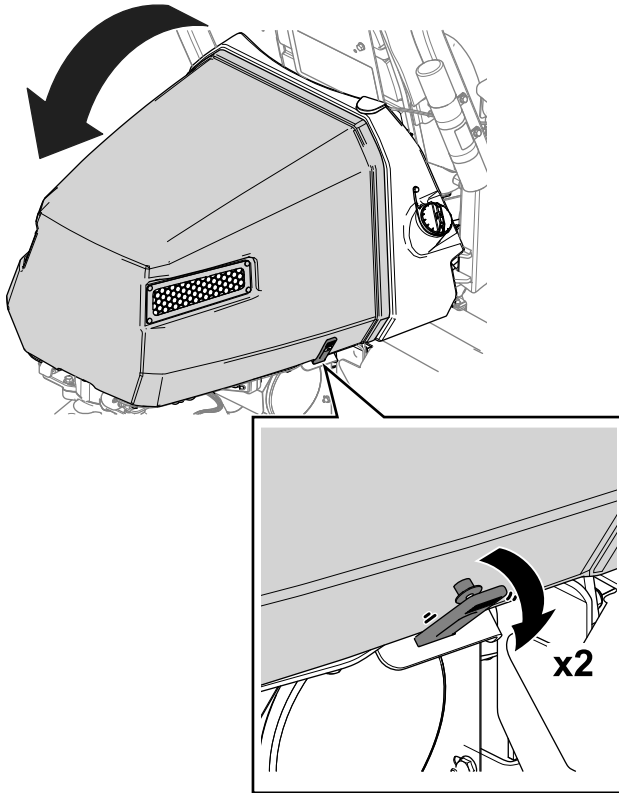

Figure 37
1. Détachez les attaches de chaque côté du capot (Figure 37).
2. Ouvrez le capot (Figure 37).